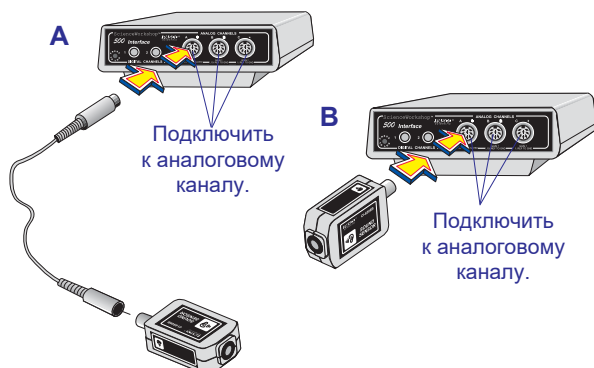

Рис. 1 Подключение датчика звука к интерфейсному устройству.
- ① Подключите датчик звука к разьему любого аналогового канала интерфейсного устройства при помощи удлинительного кабеля (рис. 1А), или
- подключите датчик к интерфейсному устройству, непосредственно вставив его в разъем аналогового канала (рис. 1В).